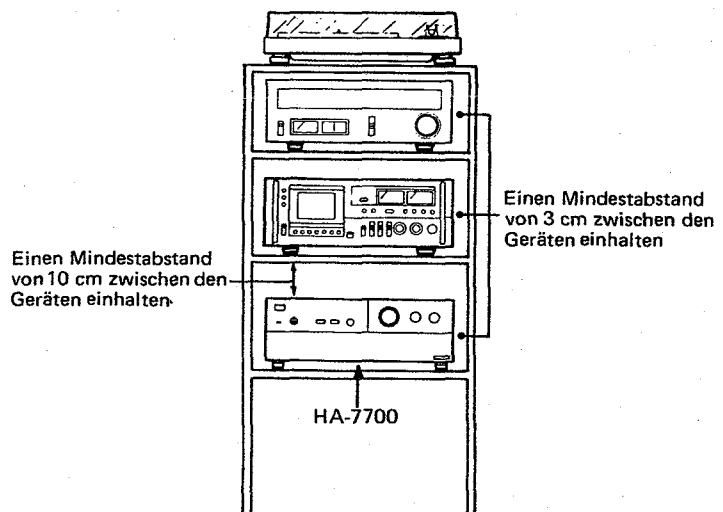

Abb. 4 (Einbau in Vertikalrack)
1. Wenn Ihr Audiogestell zu eng ist oder eine schlechte Luftzirkulation hat, oder wenn der HA-7700 mit voller Leistung gefahren wird, stellen Sie dieses Gerät nicht mit in das Gestell. Sollten Sie aber dieses Gerät im Gestell unterbringen müssen, so lassen sie über dem Gerät einem Freiraum von mindestens 10 cm und einen freien Seitenabstand von mindestens 3 cm, wie in Abb. 4 gezeigt.